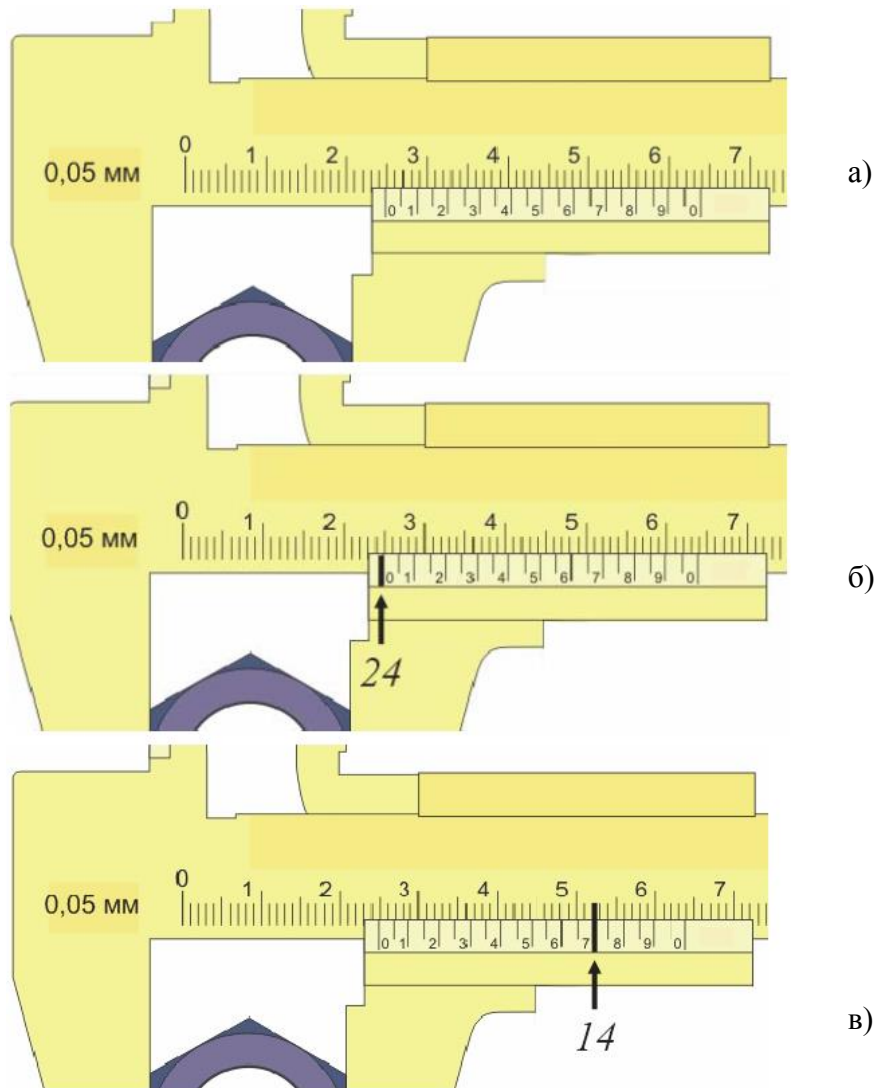

Рис.4. Определение размера исследуемого тела: а) размещение предмета между губками; б) подсчет целых миллиметров; в) подсчет долей миллиметра.
**Считайте число целых миллиметров**, для этого найдите на основной шкале штрих, ближайший слева к нулевому штриху нониуса (рис.4б), и запишите его числовое значение: 24 мм.
**Считайте число долей миллиметра**, для этого на шкале нониуса найдите штрих, совпадающий с каким-нибудь штрихом основной шкалы (рис.4в), и умножьте его порядковый номер на цену деления (в нашем случае 0.05 мм) нониуса:  $14 \cdot 0.05 \text{ мм} = 0.7 \text{ мм}$ .